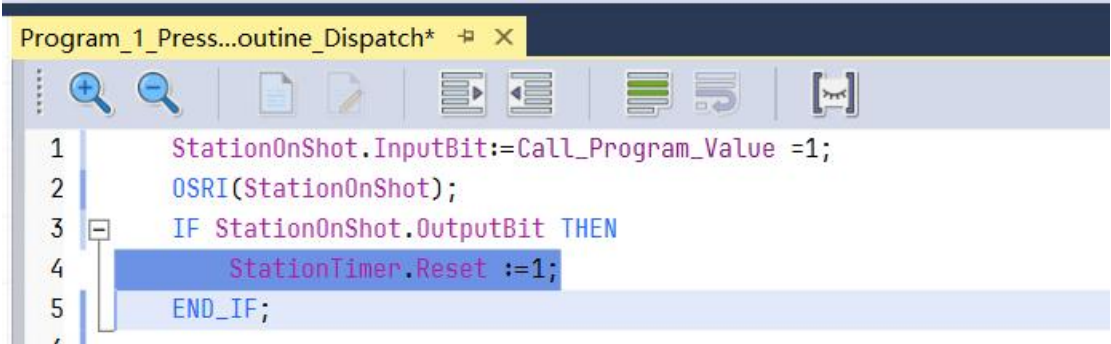

图 1-27 定时器累加值清除程序
23. 判断条件成立的话，首先要对定时器复位，由于我们不希望复位信号一直被置位，所以需要边缘触发指令 OSRI，清除定时器累加值的程序如下图 1-27 所示。指令的具体用法请参照指令帮助。